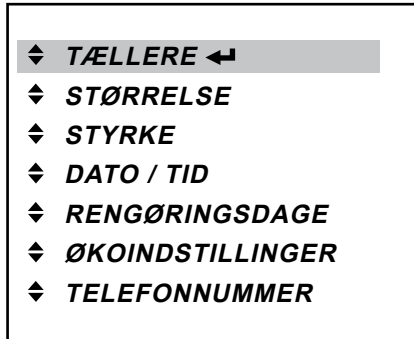

Fig. 33
- Tryk på knappen ← i operatørmodus for at komme ind i «TÆLLERE»-menuen. (Fig. 33)